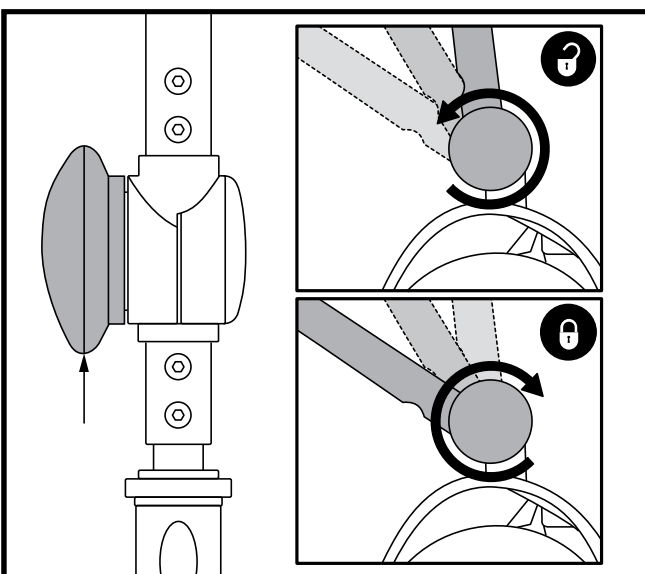

Figure 24. Réglage du guidon
REGLAGE DE L'INCLINAISON DU GUIDON (Voir la figure 24)
1. Avec le siège et la batterie retirés (voir les procédures de démontage sur la page précédente), abaissez le guidon et serrez le bouton de réglage. **Voir la figure 24.**
3. Remontez complètement le guidon en position et resserrez le bouton de blocage. **Voir la figure 24.**